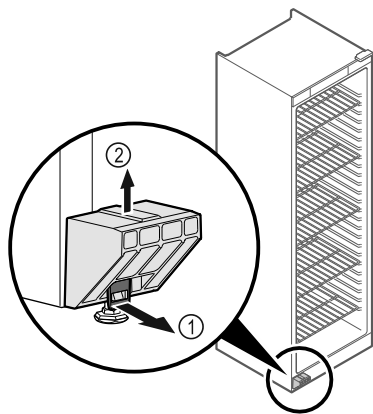

Fig. 5
- ▶ Húzza előrefelé a kötlemzett Fig. 5 (1).
- ▶ A szállítási biztosítót Fig. 5 (2) felfelé húzza le.